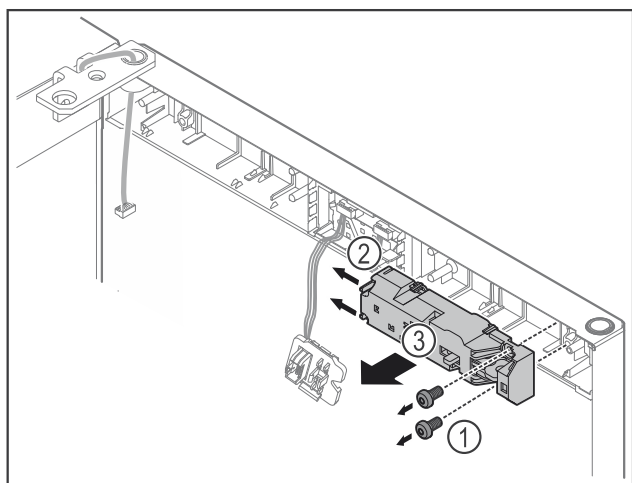

Fig. 18
- Извлеките винты Fig. 18 (1).
- Сдвиньте защелки Fig. 18 (2) в сторону и снимите замок дистанционного открытия Fig. 18 (3).